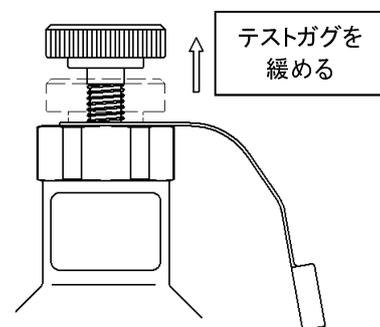

図6
- 5) 水圧検査終了後、製品内の圧力がゼロの状態であることを確認して、テストガグをねじ止めのストッパ部が挿入できる位置まで緩めます(図6)。